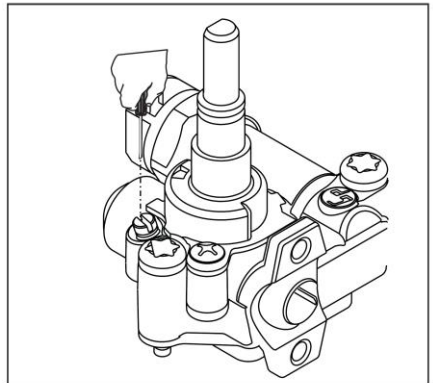

Figura 5
5. Mediante un destornillador de punta plana reajuste el tornillo próximo al eje central de la válvula (Figura 5).